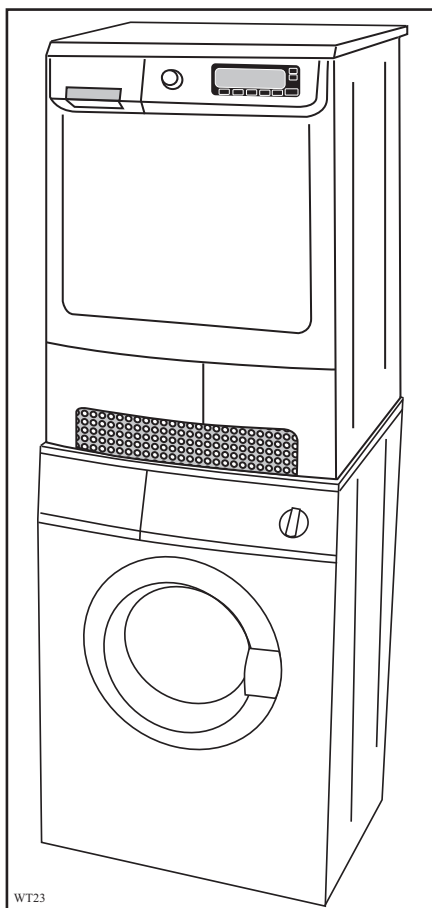

Fig 15
- modèles avec petite porte sur l'élément socle. (fig 15, 16 et 17).